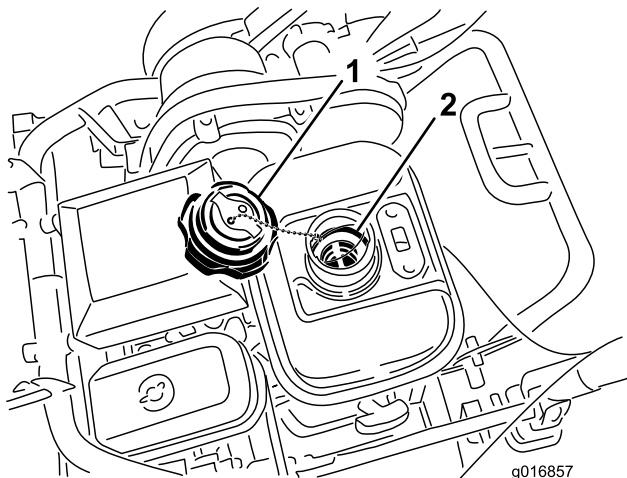

Рисунок 37
3. Вывинтите и снимите топливный отстойник с топливного бака (Рисунок 37).
3. Для увеличения натяжения тросика ослабляйте верхнюю зажимную гайку тросика и затягивайте нижнюю зажимную гайку тросика (Рисунок 37) до тех пор, пока усилие на рукоятке рычага тормоза, требуемое для отпускания фиксатора стояночного тормоза, не составит 156 Н. Не допускайте перегулирования, иначе тормоз может прихватывать.